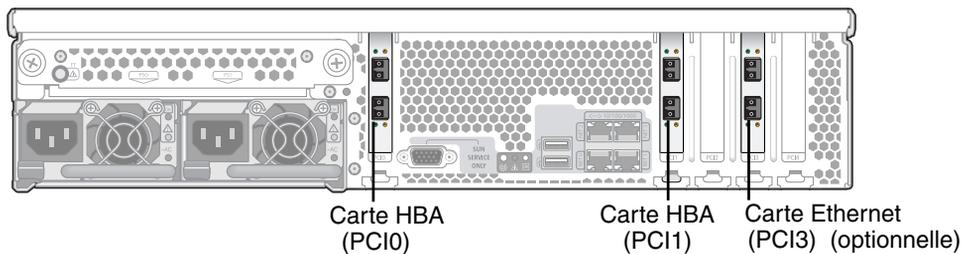

FIGURE 1-3 Panneau arrière d'un appareil Sun StorageTek 5320 NAS doté de deux cartes HBA
Dans la configuration de l'appareil en cluster Sun StorageTek 5320 NAS, deux serveurs haute disponibilité (HA) sont vendus par paire et identifiés comme le serveur « -H1 » et le serveur « -H2 » dans leurs numéros de série logiciels. Chaque serveur contient deux cartes HBA à double accès et peut contenir d'autres cartes optionnelles (voir « Options des serveurs pour toutes les configurations », page 7). La FIGURE 1-3 illustre l'arrière du serveur avec deux cartes HBA.